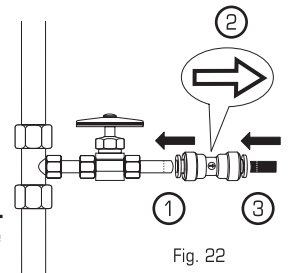
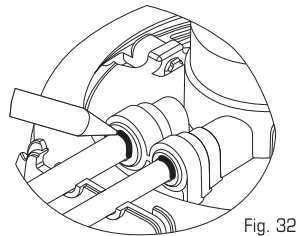

Fig. 22
Fig. 32
6. Conecte el tubo del suministro de agua fría al lado de la rejilla del Conector de suministro (1). La flecha dentro del círculo muestra la dirección del flujo del agua (2). Inserte el tubo ROJO conectado al grifo auxiliar en el extremo opuesto del conector de suministro (3) (Fig. 22).
Los tubos se cortaron en la unión. (Desviador solamente)	-Remover los tubos (pág. 9, Fig. 32). -Ubicar e instalar los soportes de los tubos de la manguera (pág. 3, Fig. 12). -De ser necesario, llame al Servicio al Cliente para ordenar los soportes de los tubos de la manguera (pág. 12, WTI-0432).
Los tubos de la manguera no se cortaron uniforme o totalmente.	-Remover los tubos (pág. 9, Fig. 32). -Vuelva a cortar e instalar los tubos de la manguera (pág. 2, Fig. 11; pág. 3, Fig. 12-13). NOTA: Si la manguera es demasiado corta, comuníquese con el Servicio al Cliente para solicitar otra manguera y conector de empalme.
Tubos de la manguera dañados en la superficie.	-Remover los tubos (pág. 9, Fig. 32). -Marcar los tubos (pág. 3, Fig. 12). -Instalar los tubos (pág. 3, Fig. 13).
Conector de suministro instalado incorrectamente (mira hacia la dirección incorrecta).	Verifique la instalación (pág. 4, Fig. 22).
La rejilla del Conector de suministro con controlador de flujo puede estar tapada.	-Cierre el suministro de agua fría y drene el agua de la tubería abriendo el grifo. -Retire el tubo del lado de la rejilla del conector de suministro con controlador de flujo del tubo de suministro de agua fría (pág. 9, Fig. 32; pág. 4, Fig. 22). -Limpie la rejilla con un cepillo y vuelva a insertar el tubo (pág. 4, Fig. 21).
3. **Dibuje** una línea con una pluma en la parte superior de cada tubo donde se juntan los empaques en el Sistema de tratamiento de agua con carbón (Fig. 32).